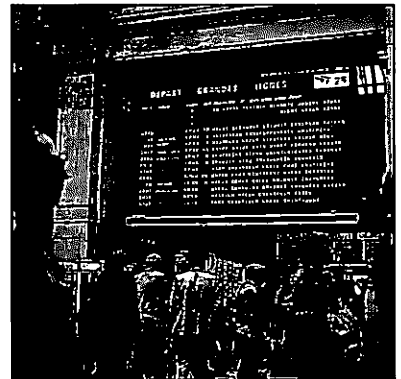

Fig. 2 : Écran d'affichage des horaires d'arrivée des trains.
- arrivée, ou départ des trains ou des avions (fig. 2).